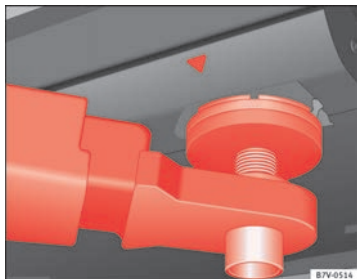
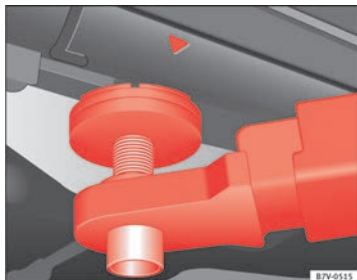

Abb. 130 Aufnahmepunkte vorn zum Anheben mit der Hebebühne oder dem Wagenheber.
Abb. 131 Aufnahmepunkte hinten zum Anheben mit der Hebebühne oder dem Wagenheber.
Das Fahrzeug darf nur an den in den Abbildungen ⇒ Abb. 130 und ⇒ Abb. 131 gezeigten Punkten angehoben werden. Wenn das Fahrzeug nicht an den gezeigten Punkten angehoben wird, können Schäden am Fahrzeug ⇒ ⚠ und schwerwiegende Verletzungen die Folge sein ⇒ ⚠.
- Fahrzeug nur an den in den Abbildungen ⇒ Abb. 130 und ⇒ Abb. 131 gezeigten Punkten anheben. Wenn das Fahrzeug nicht an den gezeigten Punkten angehoben wird, kann das Fahrzeug von der Hebebühne fallen, wenn z. B. der Motor oder das Getriebe ausgebaut wird.